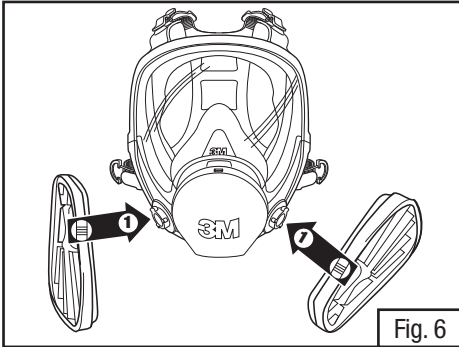

Fig. 6
1. Alinee la muesca en la orilla del adaptador 603 con la marca de la pieza facial, como se muestra (Fig 6).